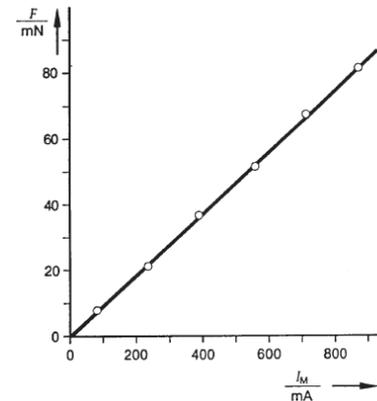

Abb. 4: Lorentzkraft  $F$  in Abhängigkeit vom Strom  $I_M$  in den Spulen für die Leiterschleife  $l = 100$
Die experimentellen Ergebnisse sind in Abb. 4 dargestellt. Die Lorentzkraft  $F$  ist proportional zum Strom  $I_M$  in den Spulen des Elektromagneten:
**Hinweis:** Wenn ein Magnetfeldmessgerät vorhanden ist, kann die magnetische Induktion in Abhängigkeit vom Spulenstrom gemessen werden. Die Messungen zeigen, dass die magnetische Induktion  $B$  in den Spulenstrom  $I_M$  sind in dem betrachteten Bereich proportional. Zusammen mit den Ergebnissen aus Abb. 4 erhalten wir daher  $F \sim B$